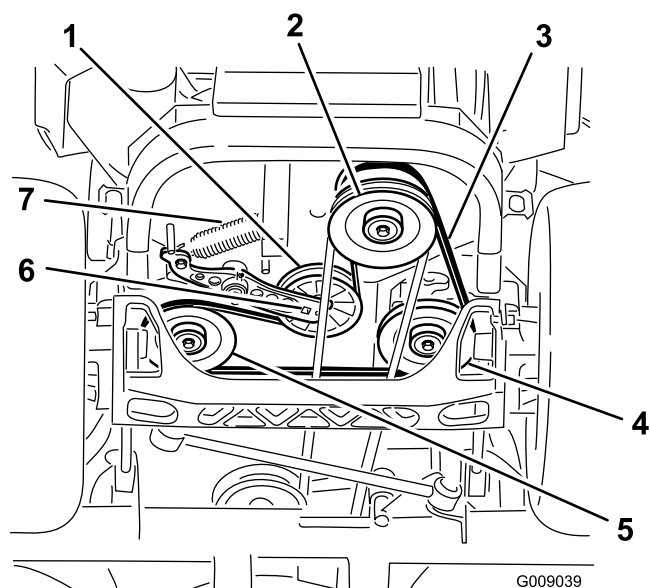

Figura 84
4. Levante la máquina y apóyela sobre soportes fijos (Figura 84).
5. Utilice una llave de carraca en el taladro cuadrado del brazo tensor para retirar el muelle tensor (Figura 84).
6. Desenganche el muelle de la polea tensora del bastidor (Figura 84).
9. Utilizando la llave de carraca en el taladro cuadrado del brazo tensor, instale el muelle tensor en el bastidor (Figura 84).